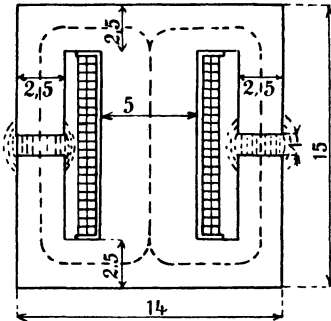

Abb. 51.
152. Ein aus Blechen zusammengesetztes Gestell von nebenstehenden Abmessungen ist mit 200 [300] (500) Windungen bewickelt, wobei in dem bewickelten Querschnitt 125 000 [150 000] (250 000) Kraftlinien erzeugt werden sollen. Welche Stromstärke ist hierzu erforderlich, wenn die Dimension senkrecht zur Paperebene 5,88 cm beträgt? (Abb. 51.)